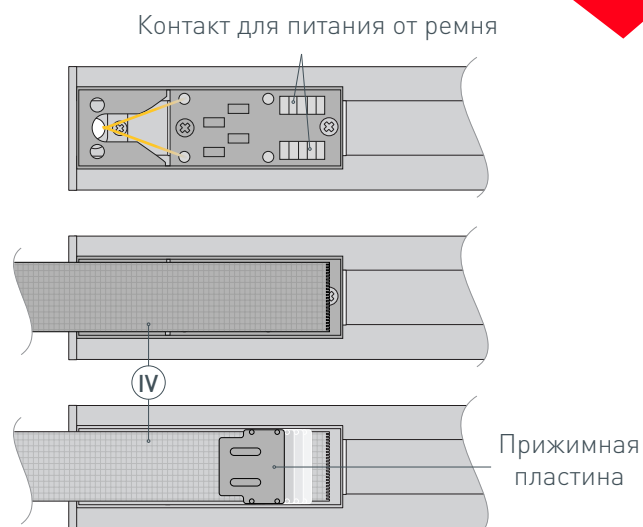

Рис. 3. Установка токопроводящего ремня. Вид сверху
- 4 / Закрепите токопроводящий ремень (IV) на неполяризованной пластине с помощью прижимной пластины из комплекта фиксатора токопроводящего ремня (V) как показано на рис. 3. Расположение токопроводящих жил в ремне должно совпасть с контактами на пластине для питания от ремня.